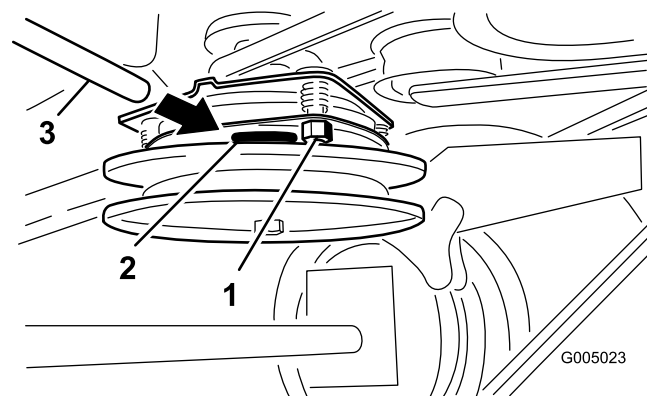

Bild 35
2. Ziehen Sie die Sicherungsmuttern fest, bis die Fühlerlehre etwas fest sitzt, jedoch leicht bewegt werden kann (Bild 35).